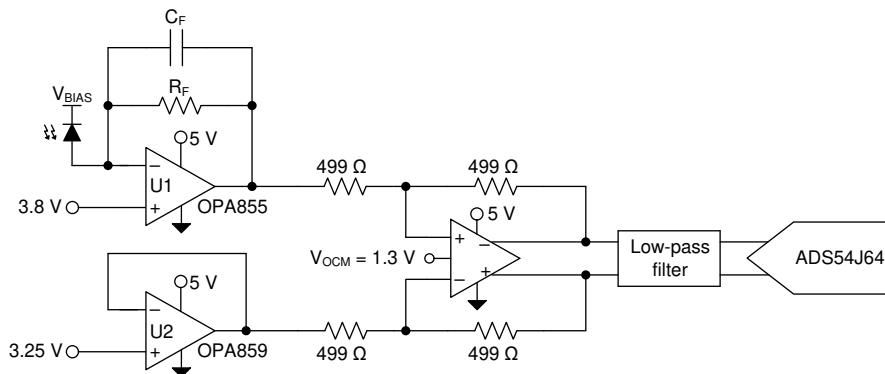
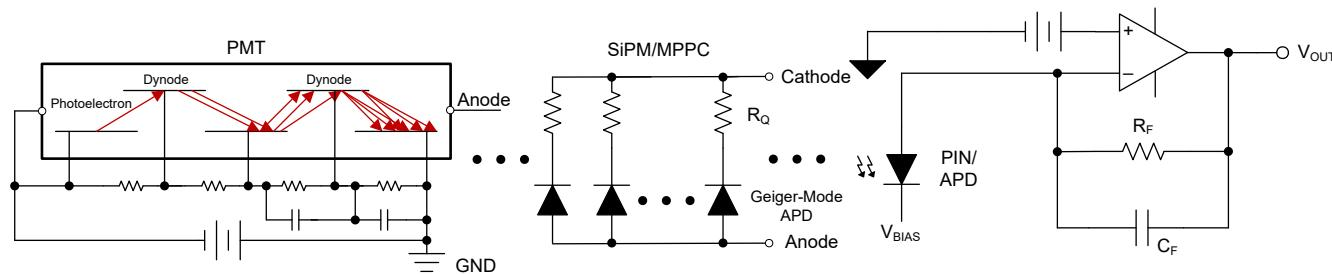

図 9-1. OPA855 TIA として統合したものです
図 9-5. APD または SiPM/MPPC または PMT 入力を備えたトランシングピーダンス アンプ
図 9-1 に、広帯域幅の光フロントエンド システムのトランシスインピーダンス アンプ (U1) として構成された OPA855 を示します。2 つ目のアンプ OPA859-Q1 はユニティ ゲイン バッファ (U2) として構成され、THS4520 への dc オフセット電圧を設定します。THS4520 は、OPA855 のシングルエンドトランシスインピーダンス出力を差動出力信号へ変換するために使用されます。THS4520 は、ADS54J64 (14 ビット、1GSPS のアナログ/デジタル コンバータ (ADC)) の入力を駆動し、アナログ信号をデジタル化します。
図 9-1 に、アバランシェ フォトダイオード (APD) 逆バイアスにより APD のカソードが大きな正バイアス電圧に接続された TIA として構成された OPA855 を示します。この構成では、APD は入力同相電圧に対して出力が負方向にスイングするように、オペアンプの帰還ループに電流を供給します。出力スイングを負方向に最大化するため、OPA855 の同相電圧は正の制限値に近く設定し、正の電源レールからは 1.2V のみに設定します。帰還抵抗 (R_F) と入力容量 (C_{IN}) はノイズゲインでゼロを形成し、未チェックの場合は不安定性が生じます。ゼロの影響を打ち消すため、帰還コンデンサ (C_F) を追加して、ノイズ ゲイン伝達関数に極を挿入します。
OPA855 は 8GHz のゲイン帯域幅、高いスルーレート、低ノイズを特長としているため、広範な光検出器に最適です。図 9-5 に、広帯域幅の光フロントエンドシステムでトランシングピーダンスアンプ (TIA) として構成された OPA855 を示します。アンプへの光入力として、フォトダイオード (PD)、アバランシェフォトダイオード (APD)、光電子増倍管 (PMT)、マルチピクセル光子カウンタ (MPPC) など、さまざまな種類の光学センサを使用できます。また、半導体光電子増倍管 (SiPM) とも呼ばれます。光学式検出アプリケーションは、これまで APD を一般的に使用してきましたが、超低光源の検出は、これまでの選択肢では課題になってきました。PMT や MPPC などのテクノロジーでは、高速出力を維持しながら高い固有ゲインを実現するために、低ノイズの高速インターフェイスが必要です。OPA855 は、これらの光学的課題に対応でき、同様に、このようなアプリケーションでも同様に動作します。
図 9-5 に、OPA855 を TIA として構成した例を示します。ここでは、光センサの逆バイアスが印加され、ダイオードのカソードが正のバイアス電圧に接続されています。RC フィルタをローパス フィルタとして、逆バイアス ノードで使用し、高周波ノイズを除去できます。光検出器の内部容量は、センサの種類と印加される逆電圧の値によって異なります。各センサ タイプのセットアップは多少異なりますが、アンプへの接続は全体を通して一貫しています。
図 9-5 に示す OPA855 の非反転入力の dc 電圧バイアスは同相電圧を設定し、電源の不一致構成でシステムの出力スイングを最大化できます。dc バイアスは、アンプの出力段のクリッピングまたは飽和を防止するために重要です。後段では、完全差動アンプ (FDA) を使用してシングルエンド信号を差動入力に変換し、A/D コンバータ (ADC) を駆動できます (図 9-1 を参照)。FDA と ADC の間に高次フィルタを追加して、システムノイズを低減できます。